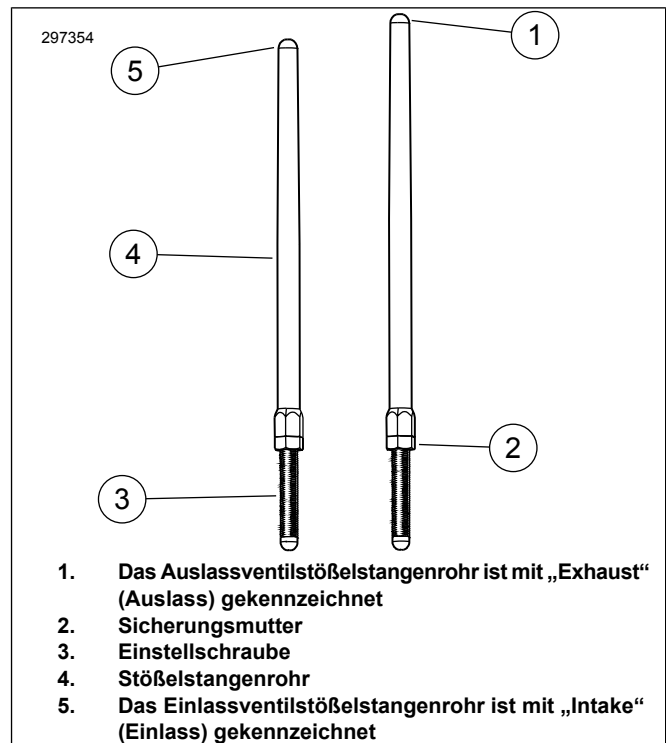

Abbildung 3. Verstellbare Stößelstange
6. Siehe Abbildung 3. Die Sicherungsmutter an allen Stößelstangen lösen und sie auf ihre kürzeste Länge einstellen.